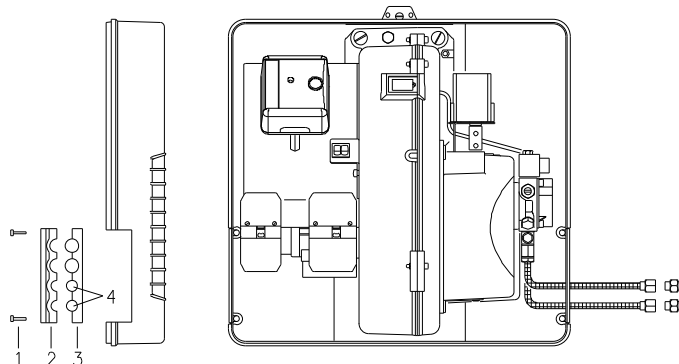

Рис. 16
- отверните винты 1) (Рис. 16), откройте пластину в частях 2)-3) и снимите тонкую мембрану, закрывающую два отверстия 4).